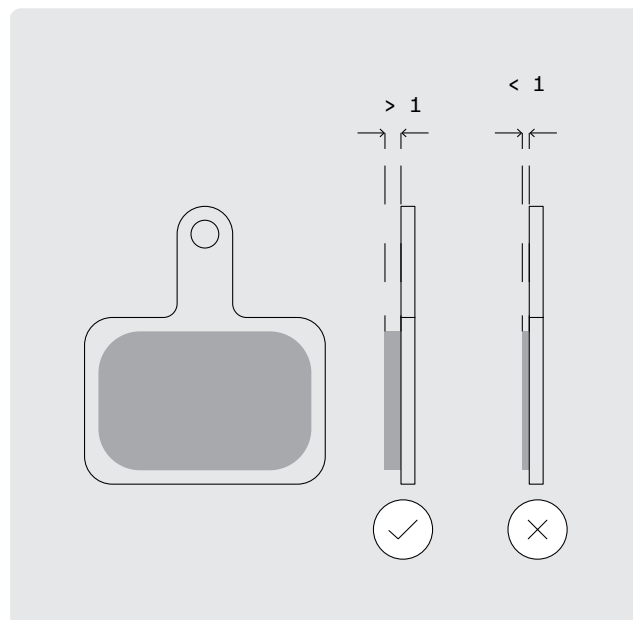

FIG. 41
- Remplacez les garnitures de frein lorsque leur épaisseur est inférieure à 1 mm (Fig. 41). Les garnitures de frein ne doivent jamais être usées au point où le support de garnitures frotte sur le disque de frein.